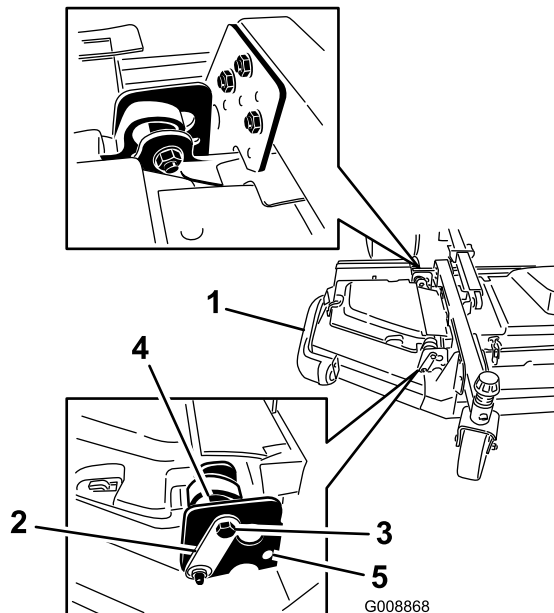

Figura 4
4. Instale los pernos de tope delantero y trasero a través de los taladros de montaje superiores y los excéntricos (Figura 4).